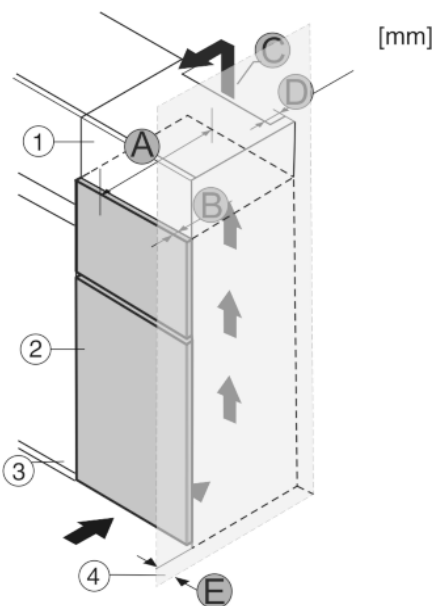

Fig. 18
L'apparecchio può essere incassato in mobili da cucina. Per adattare l'apparecchio Fig. 18 (2) all'altezza della cucina componibile, è possibile applicare sopra l'apparecchio un mobile da appoggio Fig. 18 (1).
L'apparecchio può essere installato direttamente accanto al mobile da cucina Fig. 18 (3). Per poter aprire completamente la porta, l'apparecchio deve sporgere almeno della profondità Fig. 18 (B) rispetto alla parte anteriore del mobile da cucina. L'apparecchio può sporgere ulteriormente a seconda della profondità dei mobili da cucina e dell'uso di distanziatori a parete.
- Sul retro del mobile da appoggio deve essere presente un vano di uscita dell'aria con profondità Fig. 18 (D) sull'intera larghezza del mobile da appoggio.
- Sotto al soffitto del locale deve essere rispettata la sezione di ventilazione Fig. 18 (C).
Se l'apparecchio è installato con le cerniere accanto ad una parete Fig. 18 (4), deve essere rispettata la distanza Fig. 18 (E) tra apparecchio e parete.